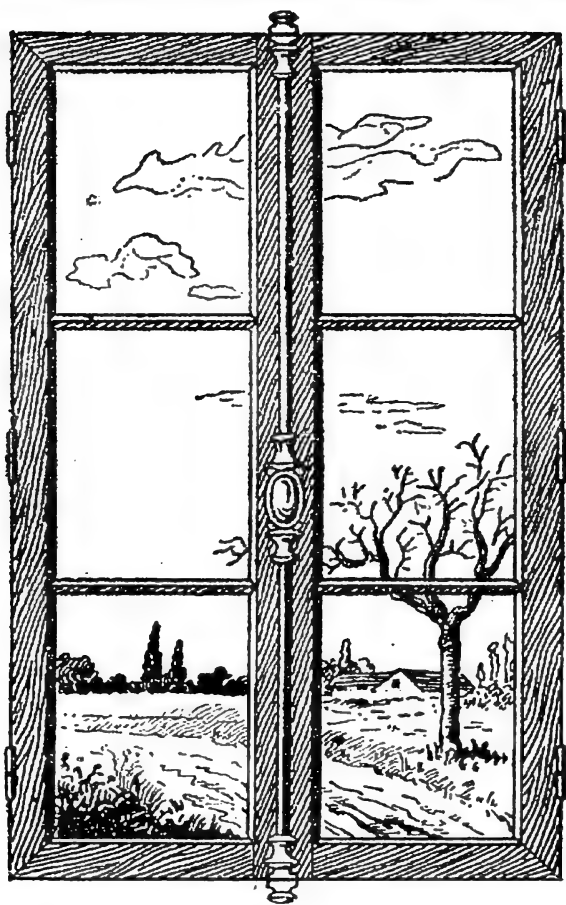

Fig. 2. — A travers la vitre, nous distinguons nettement le paysage.
**1. Le verre est transparent.** — Pour aérer la classe, nous ouvrons largement les fenêtres. Qu'il vienne un coup de vent, une averse, nous les refermons. A travers les vitres, qui nous protègent des intempéries, la lumière passe aussi vive qu'auparavant, les objets extérieurs nous apparaissent avec la même netteté, avec les mêmes couleurs, tout comme s'il n'y avait pas de verre entre eux et nous (*fig. 2*) : le verre est parfaitement *transparent*.